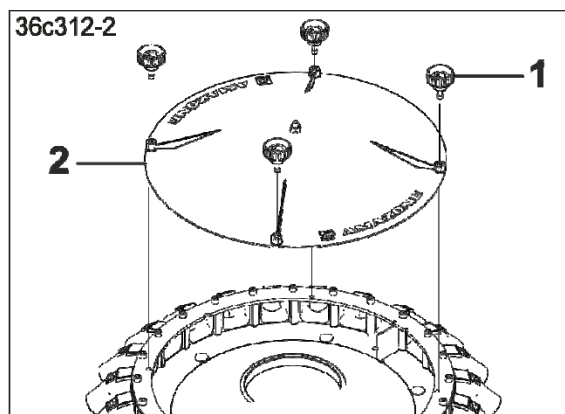

Рис. 212
2. Ослабить винты с накатной головкой (Рис. 212/1) и снять крышку (Рис. 212/2) с сегментной распределительной головки.